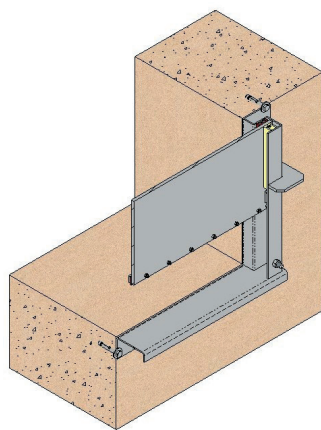
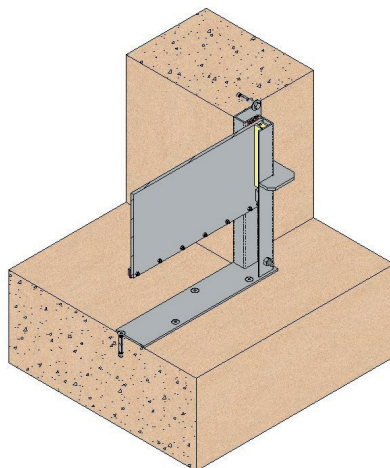
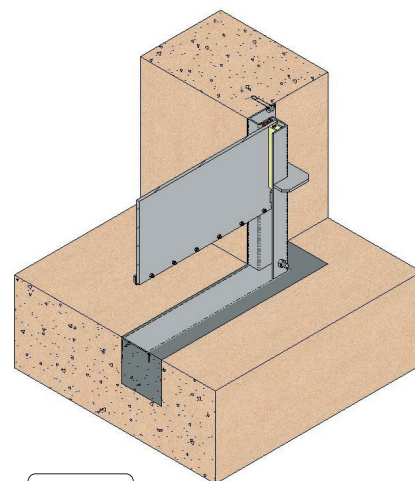

Fig. 31
Fig. 32
Fig. 33
Come abbiamo citato in precedenza, il sistema più abituale di montaggio di queste paratoie murali è appoggiandole al muro e fissandole con ancoraggi ad espansione o chimici (fig. 31), ma come si può vedere nella fig. 32 e fig. 33, esistono varie opzioni di montaggio.
Questa procedura serve sia per le paratoie a platea piatta (fig. 32) che per quelle standard (fig. 31).
- Per montare la saracinesca con la platea imbutita nel calcestruzzo (fig. 33), è necessario che nel cantiere ci sia un incasso nel pavimento delle dimensioni che abbiamo definito in precedenza nelle fig. 28 e fig. 29. Una volta collocata la saracinesca nell'incasso, la centreremo rispetto al foro del muro assicurandosi che la platea della saracinesca rimanga al livello dell'opera civile; così si riesce a fare in modo che non ci sia nessuna sporgenza nella platea e si ottiene un passaggio totale e continuo. Procederemo alla realizzazione dei fori necessari per i profili laterali e superiore, utilizzando i fori del corpo della saracinesca come guida. Estrarremo la saracinesca e dove andrà collocata la saracinesca nel muro applicheremo una pasta di sigillatura tipo SIKAFLEX-11FC o simile per evitare perdite tra il corpo e il muro. Collocheremo di nuovo la saracinesca nella sua posizione e procederemo ad avvitare con ancoraggi ad espansione o chimici, con la procedura abituale, con l'aiuto di una riga piatta, avvitando in senso incrociato e senza stringere eccessivamente.